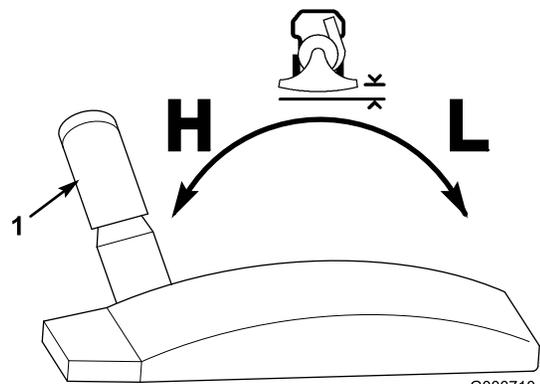

Figure 12
Vous pouvez régler la distance entre le carter d'entrée d'air et le sol en déplaçant la commande de réglage de hauteur (Figure 12) à la position voulue. Choisissez la position réglage basse (L) pour aspirer les surfaces dures (allées, trottoirs, etc.) et la position haute (H) pour aspirer les gazons recouverts d'une épaisse couche de feuilles ou d'herbe coupée. Vous obtiendrez de meilleurs résultats si vous maintenez le carter d'entrée d'air aussi près du sol que possible pour la tâche en cours.